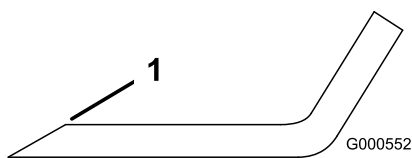

Figure 103
1. Au moyen d'une lime, aiguïsez les tranchants aux deux extrémités de la lame (Figure 103).
Remarque: Si la lame est déséquilibrée, limez un peu l'extrémité de l'ailette seulement (Figure 103).